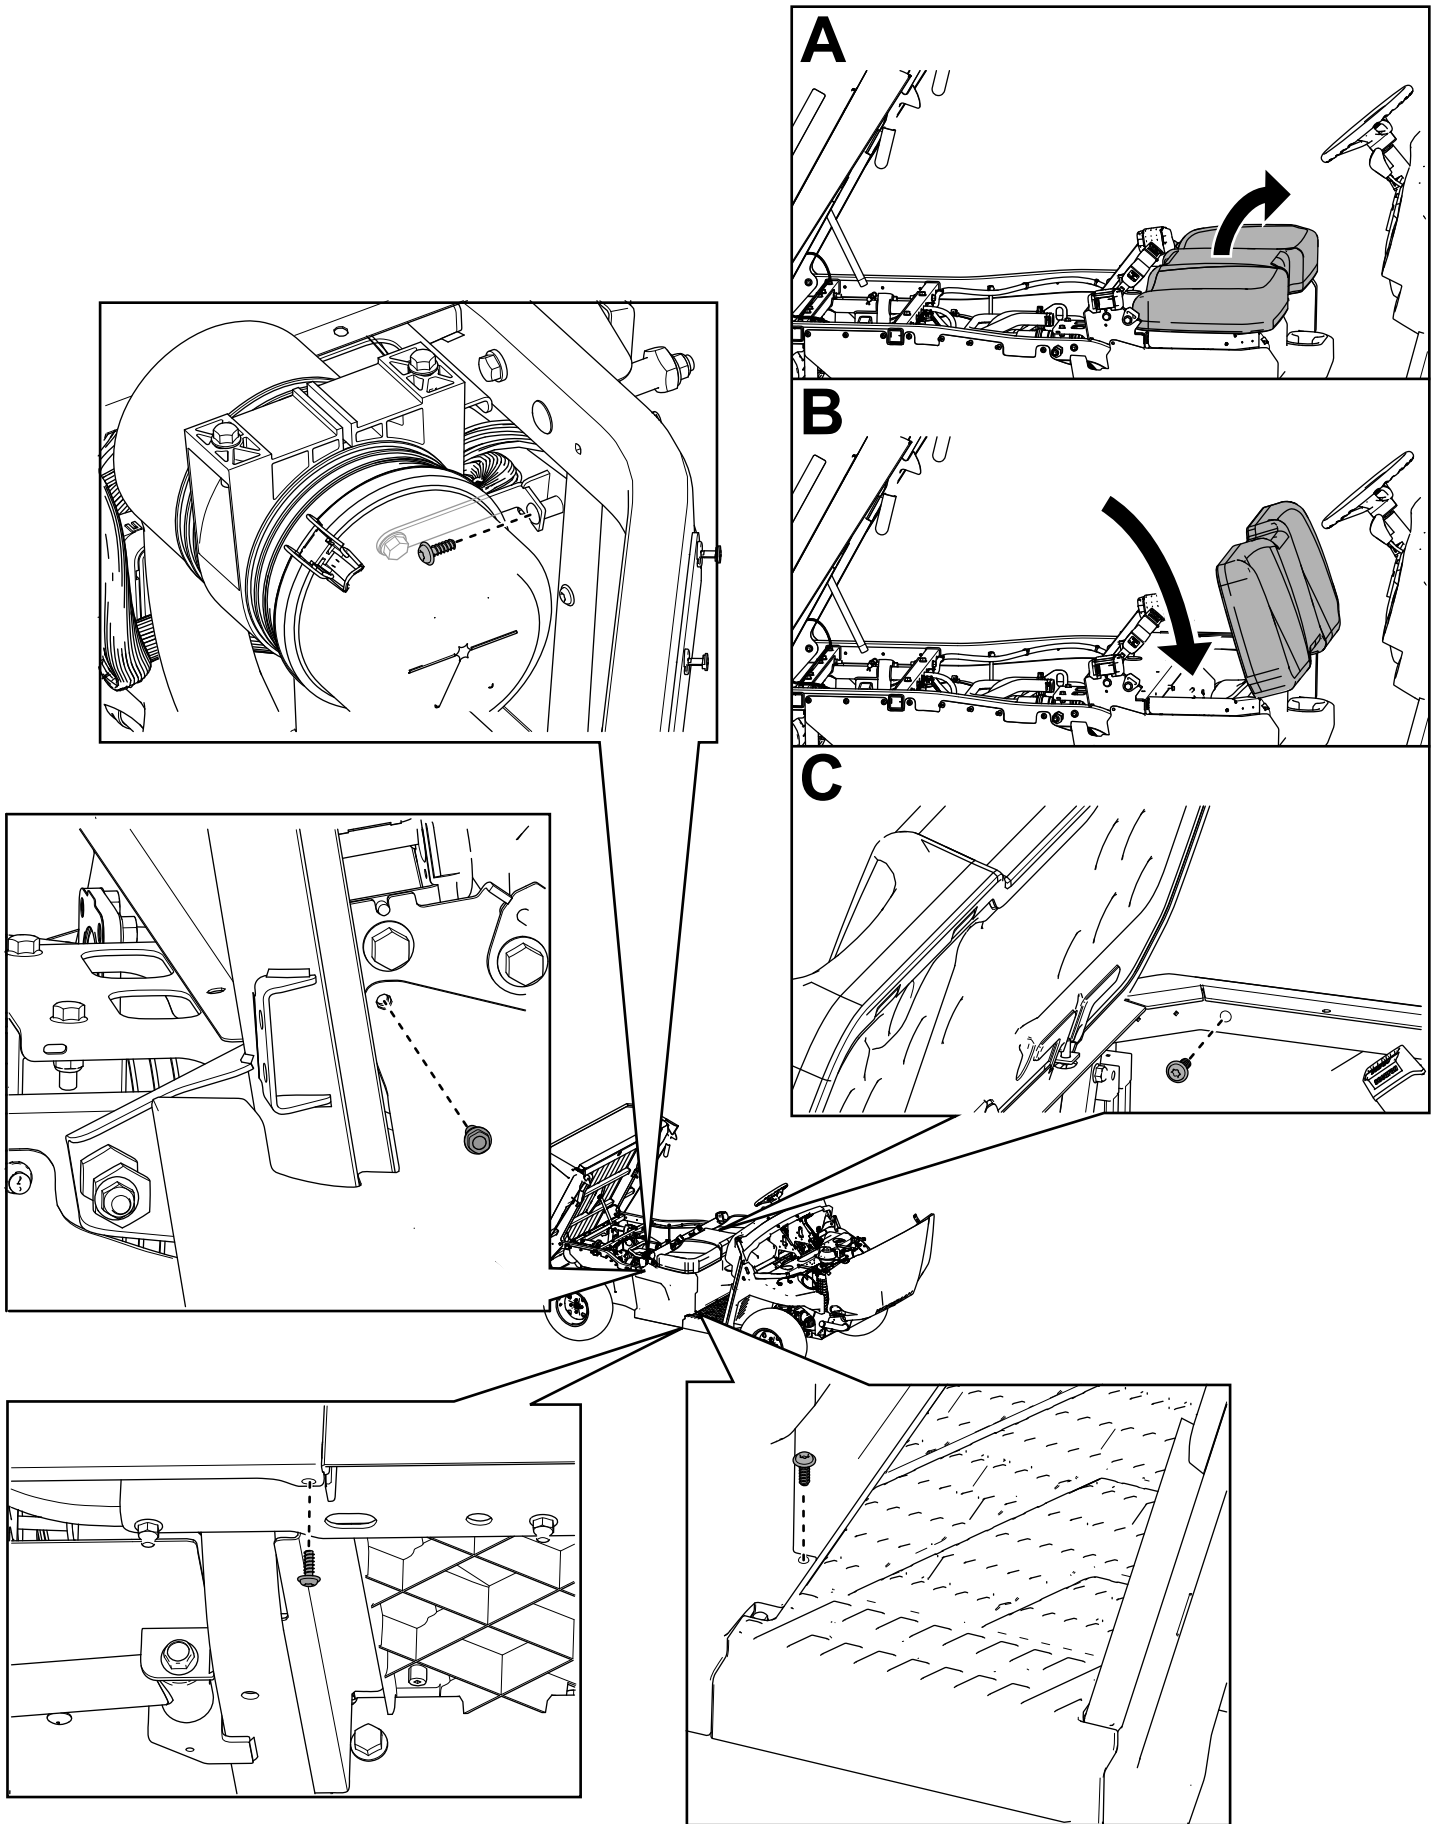

Bild 28
23. Befestigen Sie die rechte und linke Sitzunterteilplatte mit den zuvor entfernten Sechskantschrauben ($\frac{1}{4}$ " x $\frac{3}{4}$ "), wie in Bild 28 dargestellt.